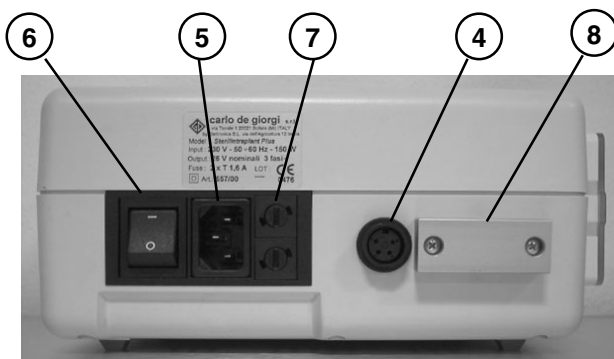

Fig. 2
Infine collegate la spina di alimentazione alla presa di corrente, collegando (vedi Fig. 2) il lato apparecchio alla spina (5) presente sul retro; nella stessa figura sono visibili l'interruttore generale (6) ed il doppio fusibile di protezione (7).